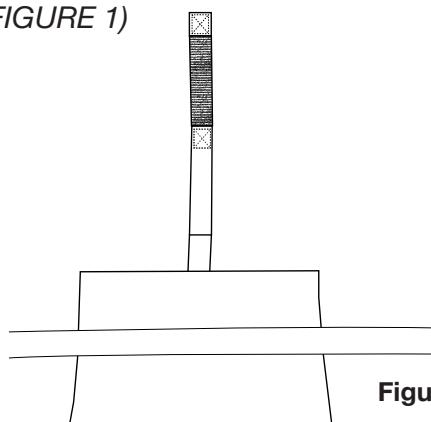

Figure 1
- 5. Placer la couverture de chauffage de PVC sous le conduit en PVC et la positionner à l'endroit où le cintrage doit être effectué. (FIGURE 1)*